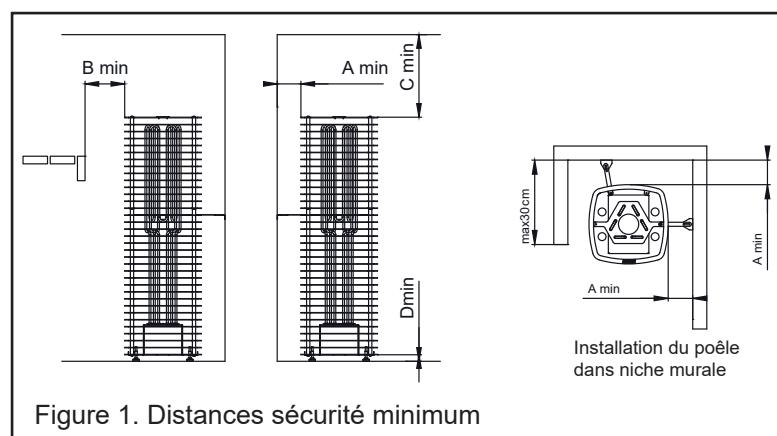

Figure 1. Distances sécurité minimum
**) See figure 1
- Le poêle peut également être installé dans une niche murale, voir figure 1.